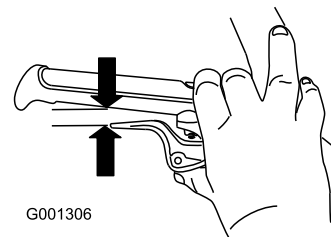

**Figure 30**
- Desserrez l'écrou de blocage (Figure 30).
- Desserrez ou serrez le tendeur pour régler la goupille jusqu'à obtention de l'écartement correct par rapport à l'avant de la fente (Figure 30).
- Resserrez l'écrou de blocage (Figure 30).